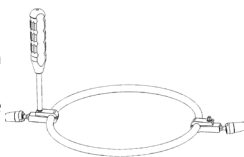

Abbildung 4
- Schrauben Sie die Ringhalterung von beiden **Gelenkarmen** mit dem **Sechskantschlüssels** (AL-0106) auf. Schieben Sie den **Retraktorring** in die Klemmen und ziehen Sie die Klemmen um den Ring herum fest, wo die Markierung „Festen Arm hier befestigen“ zu sehen ist (Abbildung 4).